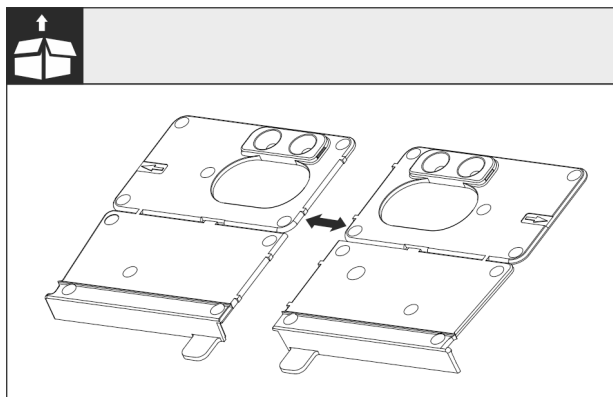

Fig. 27
- ▶ Montagehoek bodem Fig. 27 () bij de perforatie scheiden.